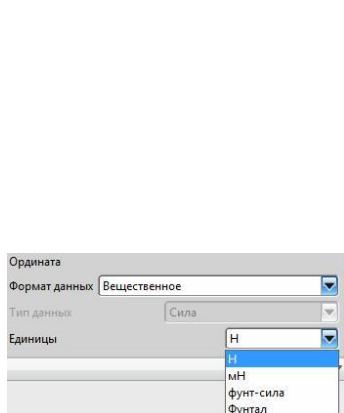

Рис.86
- Вообще, единицы измерения абсциссы и ординаты зависят от того, каким образом вы попадаете в диалоговое окно Редактор функцией XY. Если, например, вы формируете функцию для силы, то перечень возможных единиц измерения будет таким, как на рис. 86.